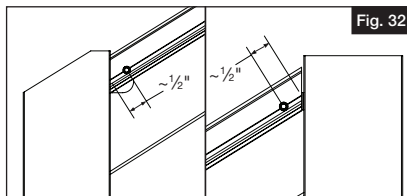

Fig. 32
- b. Coloque la viga entre los postes y presione sobre los soportes. Utilice los tornillos de cabeza hexagonal suministrados y fije un tornillo en el extremo de la viga en cada poste (uno en el poste superior y otro en el inferior). Utilice la línea grabada en la viga como guía para su tornillo. El tornillo debe estar sobre la línea y aproximadamente a $\frac{1}{2}$ " del extremo de la viga (Fig. 32).